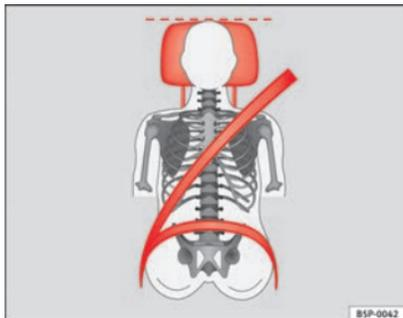
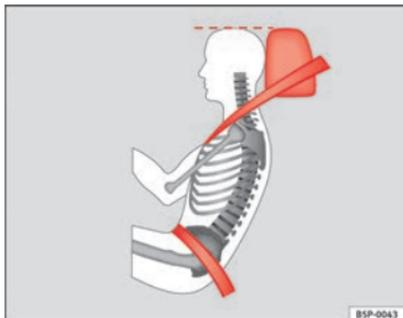

Fig. 3 Encosto de cabeça correctamente regulado visto de frente
Fig. 4 Encosto de cabeça correctamente regulado visto de lado
- Ajustar o encosto de cabeça de forma a que o rebordo superior fique, na medida do possível, alinhado com a parte superior da cabeça, no mínimo à altura dos olhos → Fig. 3 e → Fig. 4.